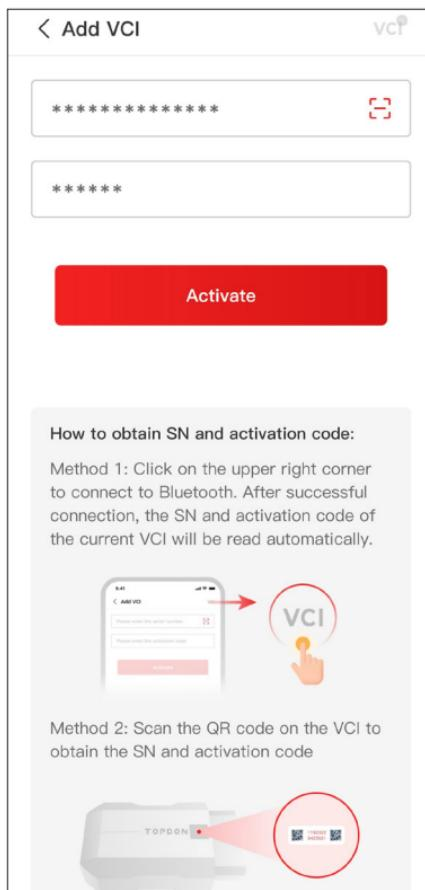

Figura 3-7
- ④ Selecione seu dispositivo na lista de dispositivos Bluetooth pesquisados.
- ⑤ Após uma conexão Bluetooth bem-sucedida, o número de série (SN) e o código de ativação do VCI serão lidos automaticamente. Em seguida, toque em **Ativar** (ver Figura 3-7).